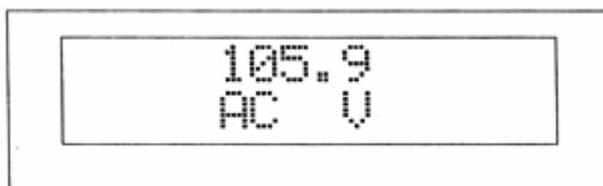

Рис.14
Этот режим выбирается установкой переключателя Вольтметр/Миллиамперметр (V/mA) в положение Вольтметр (V), а переключателя Постоянный ток/Переменный ток (AC/DC) - в положение Переменный ток (AC). Формат вывода данных на жидкокристаллический дисплей показан на Рис.14, причём выводимый отсчет не имеет знака полярности, который не требуется для напряжения переменного тока. Этот режим предназначен для контроля напряжения вызова на телефонных линиях с переключателем, установленным в положение Контроль (M). С прибором ничего не случится, если использовать его на телефонной линии с переключателем, установленным в положение Разговор (T); однако полученные результаты измерений не будут точными. При измерениях напряжения других цепей следует предварительно убедиться в том, что переключатель T/ M установлен в положение Контроль (M). чтобы избежать повреждения цепей прибора, относящихся к режиму T, или сгорания предохранителя. Однако, если Вы используете телекоммуникатор PHD для измерения высоковольтных источников, таких, как сеть переменного тока, не поль-